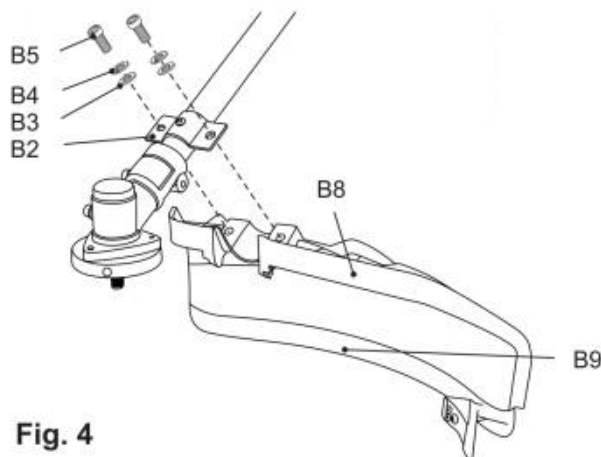

Fig. 4
18) Fixez la connexion avec les boulons (B5) , les rondelles élastiques rs((B4)) et les rondelles (B3)) à l'aide de l'outil (E4) .(Fig.4).